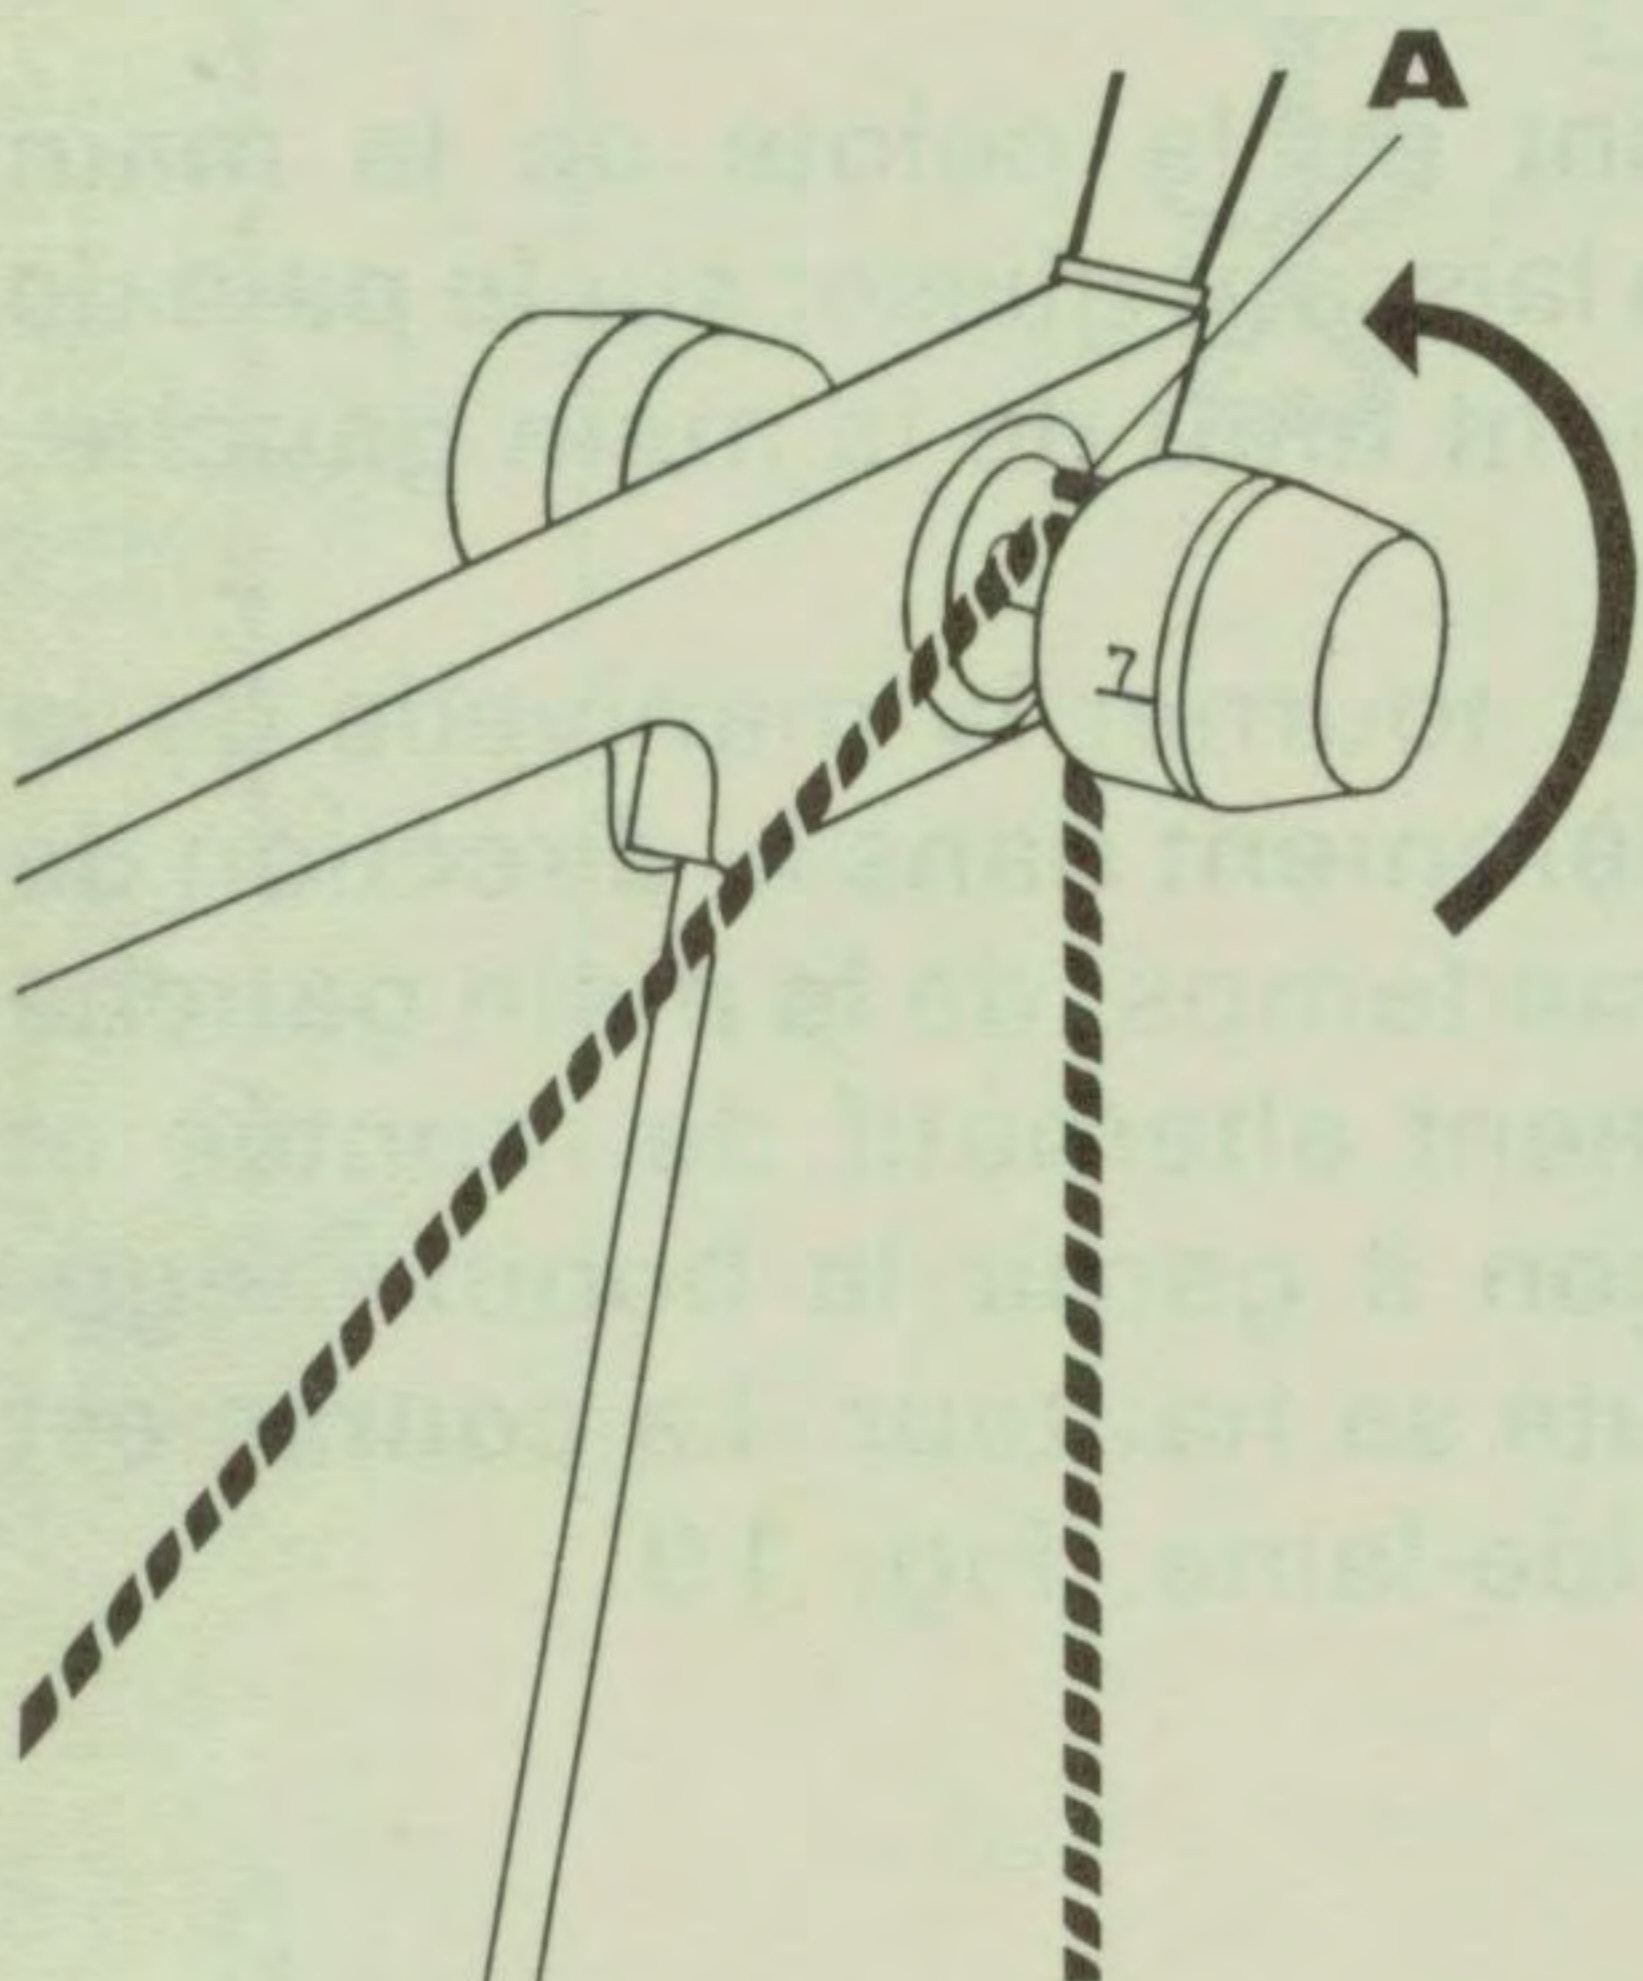

Fig. 22
Ensuite écarter les disques de freinage et placer le fil entre ceux-ci en dessous du petit ergot (A), pour éviter qu'il s'échappe, Fig. 22. Régler le freinage sur 7.